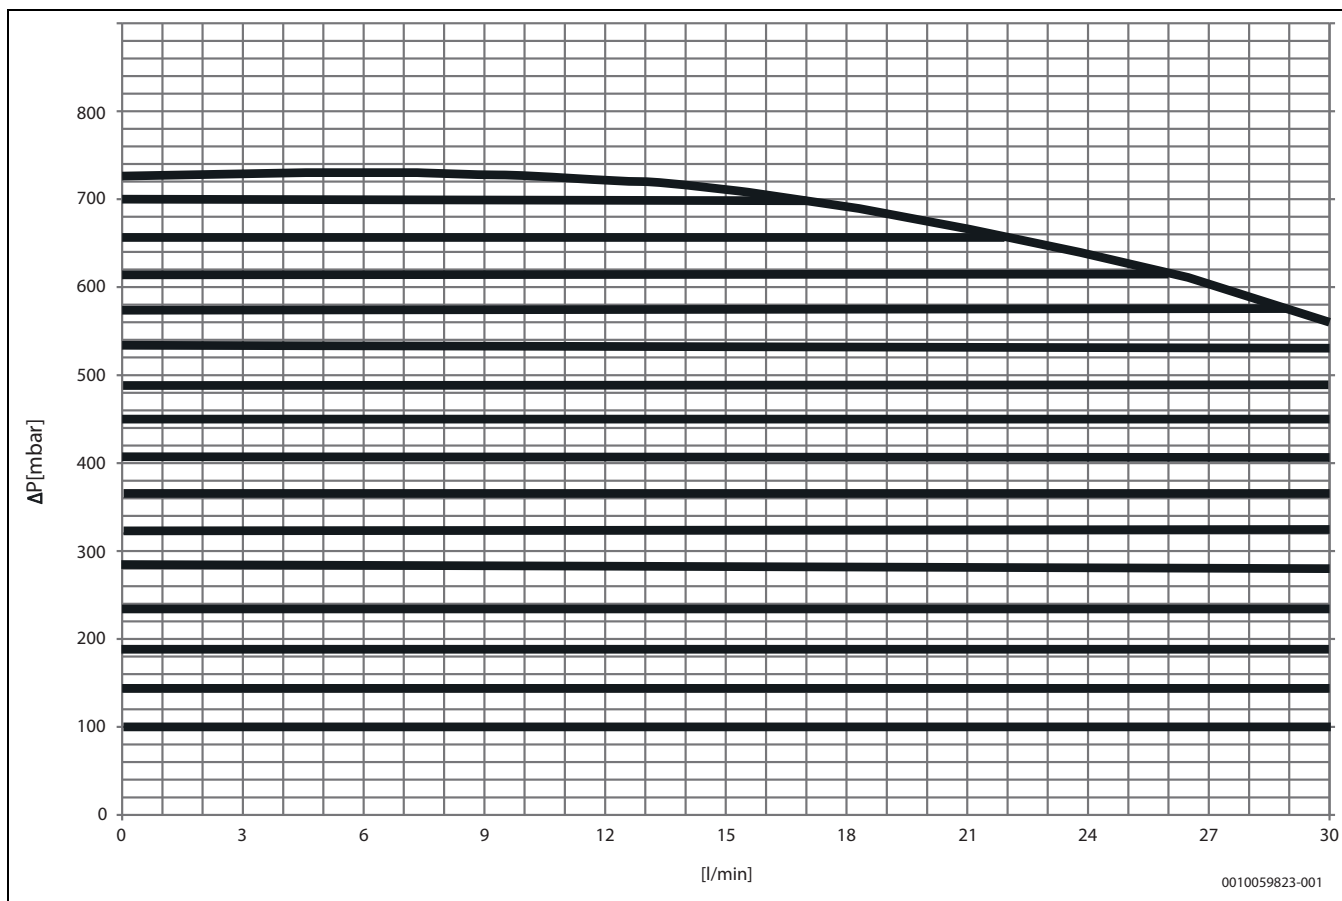

Fig. 18 Graphique de performance de la pompe du circuit de chauffage dans un circuit de chauffage à pression constante
2) La pression disponible dépend de la pompe à chaleur raccordée ou du découplage hydraulique(→ voir le tableau des performances de la pompe du circuit de chauffage, figure 18)